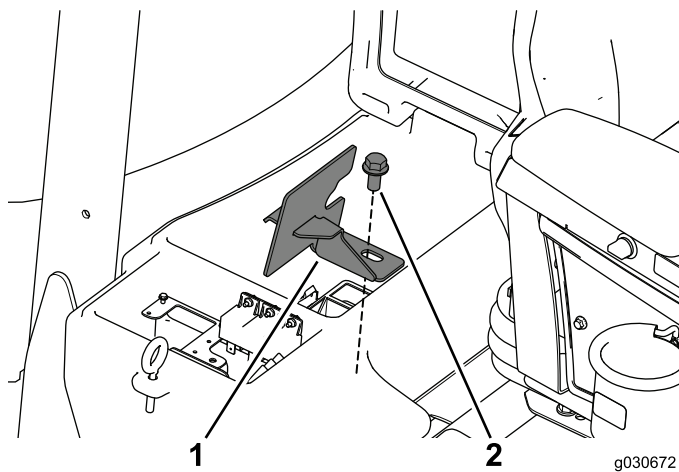

Bild 4
5. Entfernen und bewahren Sie die Schraube und die Klemme des Batteriefachs auf (Bild 4).